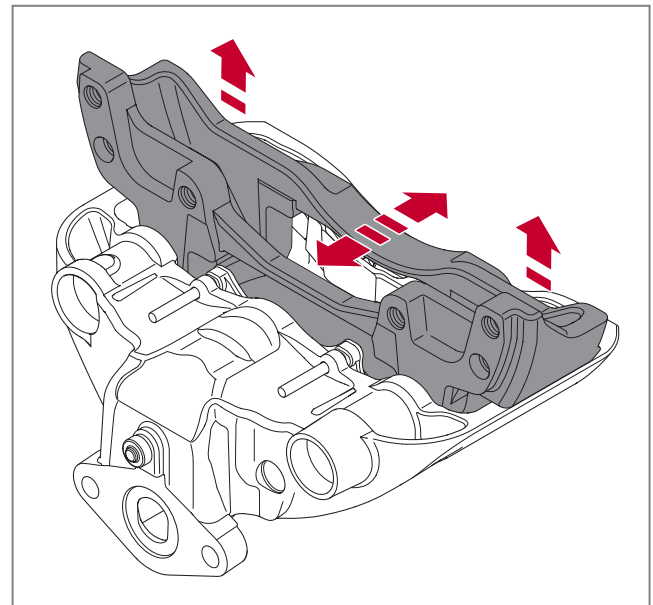

Abb. 58 - Bremsträger entfernen
4. Entfernen Sie den Bremsträger vom Bremssattel, indem Sie den Bremsträger leicht wackeln und ihn so von Führungsbolzen und Faltenbalg lösen. Drücken Sie die Führungsbolzen nach dem Lösen so weit zurück, dass sich der Bremsträger herausnehmen lässt, *siehe* ► *Abb. 58*.